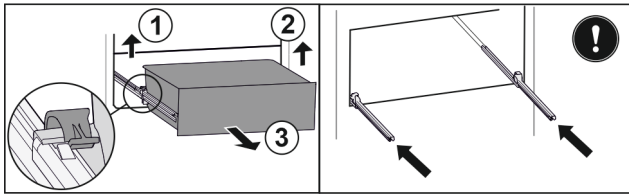

Fig. 43
- ▶ Linker klem optillen en gelijktijdig lade links naar voren trekken. Fig. 43 (1)
- ▶ Rechter klem optillen en gelijktijdig lade rechts naar voren trekken. Fig. 43 (2)
- ▶ Lade naar voren toe verwijderen. Fig. 43 (3)